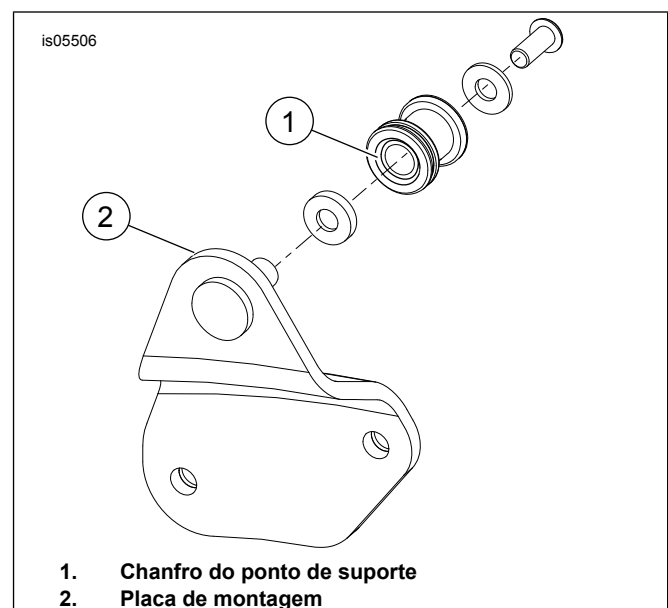

Figura 1. Instalação do ponto de suporte
2. Veja a Figura 1. O ponto de suporte deve ser fixado na placa de suporte (2) com o chanfro (1) voltado para a placa e o lado liso voltado para fora.